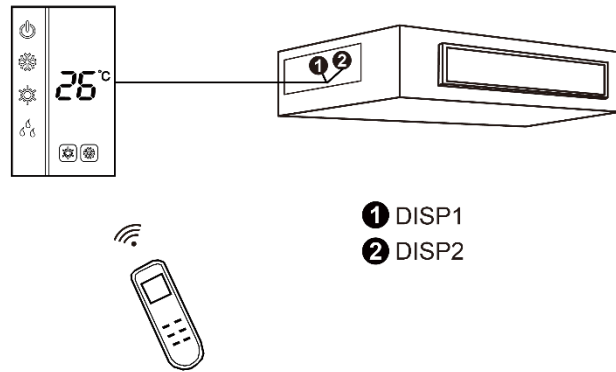

Fig.5.4.2
2) La Fig.5.4.2 muestra la instalación del mando a distancia.